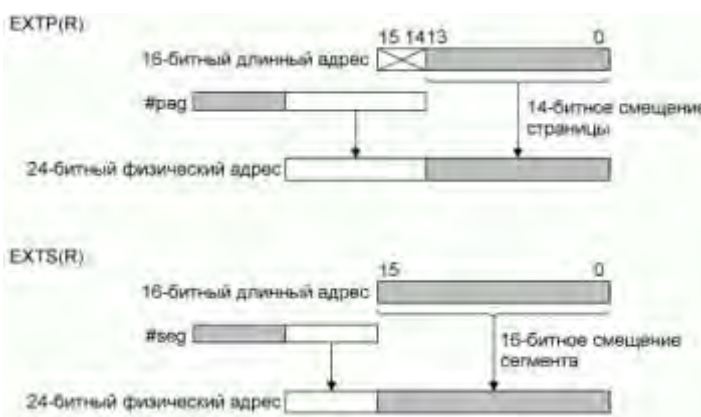

Рисунок 4.3 – Механизм замещения регистра DPP
Для временного отключения стандартной схемы формирования адреса в микроконтроллере предусмотрен механизм замещения с использованием команд EXTP(R) и EXT(S)(R). Команда EXTP(R) переносит содержимое регистра DPP в то время как команда EXT(S)(R) осуществляет конкатенацию полного длинного 16-битного адреса и определенного базового адреса сегмента. Страница или сегмент, к которым был применен такой механизм, могут быть определены непосредственно как константы #pag, #seg или косвенно через GPR (слово Rw), см. рисунок 4.3.